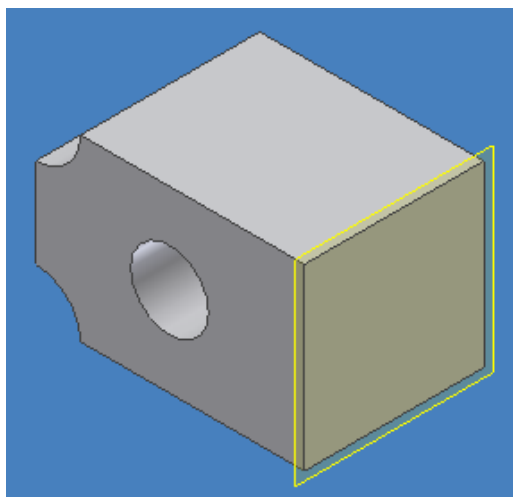

Figura 3.85 Plano de trabajo que servirá como espejo.
- Cree un plano de trabajo en una de las caras del solido con el fin de que ese plano le sirva como espejo, figura 3.85.